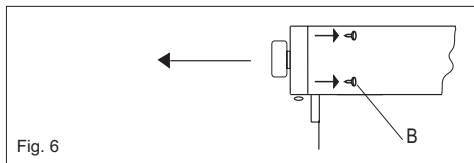

Fig. 6
- Pour démonter le tableau de bord il suffit de dévisser les 4 vis (B) internes qui fixent le tableau de bord à la façade du four (fig.6).